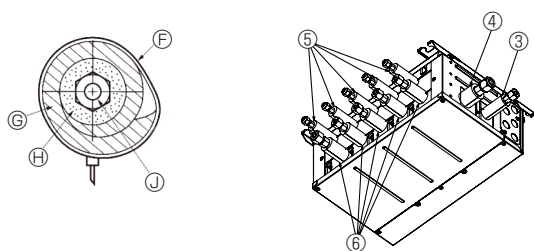
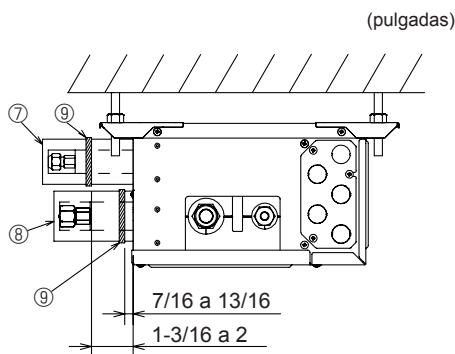

Fig. 7-4
Fig. 7-5
- Aísle los tubos de líquido y de gas de la caja de derivación aplicando alrededor de ellos espuma de polietileno resistente al calor. (Fig. 7-4)
- (5) Presione las cubiertas de los tubos ③ y ⑤ de la tubería de líquido contra la unidad y envuélvala para que se fije. (Fig. 7-4)
- (6) Presione las cubiertas de los tubos ④ y ⑥ de la tubería de gas contra la unidad y envuélvala para que se fije. (Fig. 7-4)
- (7) Aplique las cintas suministradas ⑨ en una posición de 7/16-13/16 pulgadas (10-20 mm) de cada extremo de las cubiertas de los tubos (③④⑤⑥).
- (8) Si la unidad interior no está conectada, ajuste las cubiertas de los tubos que se suministran (con las tapas, ⑦ y ⑧) en las conexiones de los tubos de refrigerante de la caja de derivación contra la unidad para evitar el goteo de condensación de los tubos. (Fig. 7-5)
- (9) Fije las cubiertas de los tubos (⑦⑧) con las cintas ⑨ suministradas.
- Ⓣ Cinta (3.1 N° de accesorio ⑨)
- Ⓝ Cubiertas de los tubos (3.1 N° de accesorio ③④⑤⑥)
7.2. Manejo de los puertos que no están conectados a la unidad exterior (Fig. 7-5)